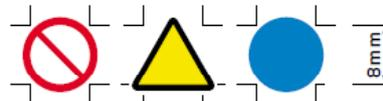

図3
- 図記号の最小の大きさは、 $A=8\text{mm}$ とする。(図3は原寸大での表示)